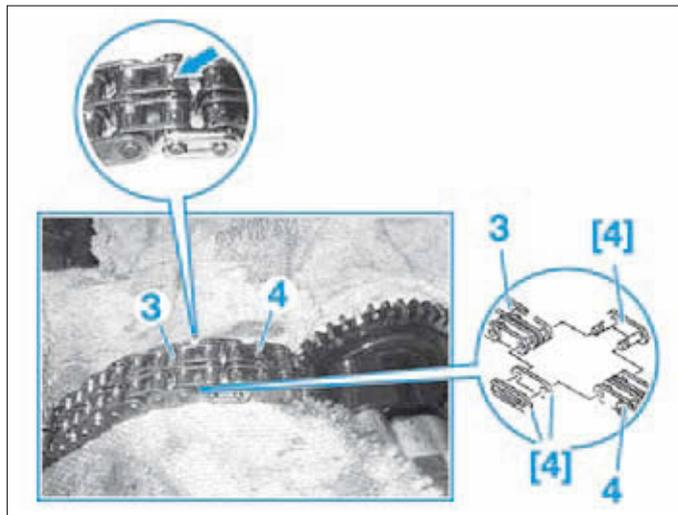

FIG. 5
- Relier la chaîne de distribution neuve (3) à la chaîne de distribution usagée (4) à l'aide de l'outil [4] (Fig.5).